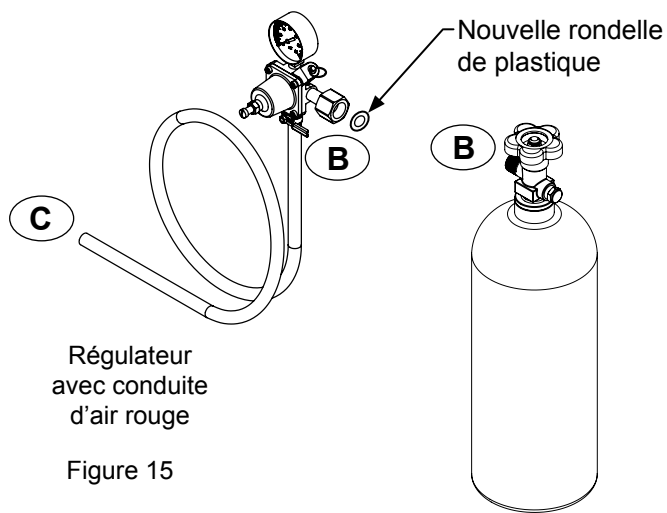

Figure 15
2. Apportez votre réservoir vide de 5 livres de CO₂ à un fournisseur de gaz local pour le faire remplir. Vous pouvez normalement trouver un fournisseur dans les pages jaunes, sous la section « Fourniture de soudage » ou « Protection contre les incendies ». La capacité d'un réservoir de 5 livres est suffisante pour plusieurs fûts (consultez le tableau « B »). Votre détaillant doit vous fournir une nouvelle rondelle de plastique à chaque remplissage du réservoir. Cette rondelle est utilisée au niveau du raccordement du régulateur avec le réservoir. Consultez les Figures 15 et 22 à la page 33. Remplacez l'ancienne rondelle par la nouvelle à chaque remplissage du réservoir.